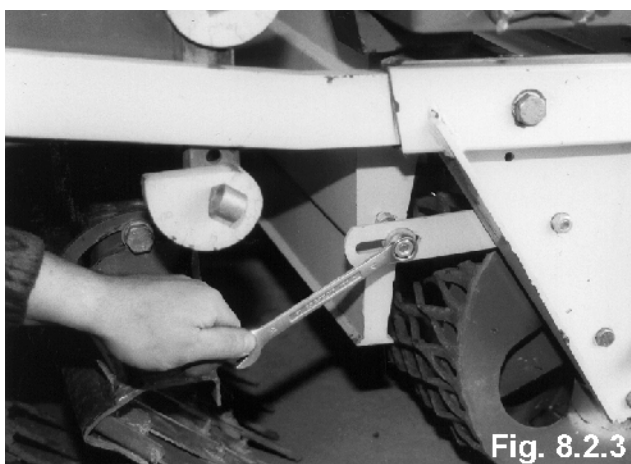

Fig. 8.2.3
- Soltar las dos tuercas M10 a ambos lados de la boquilla (fig. 8.2.3)